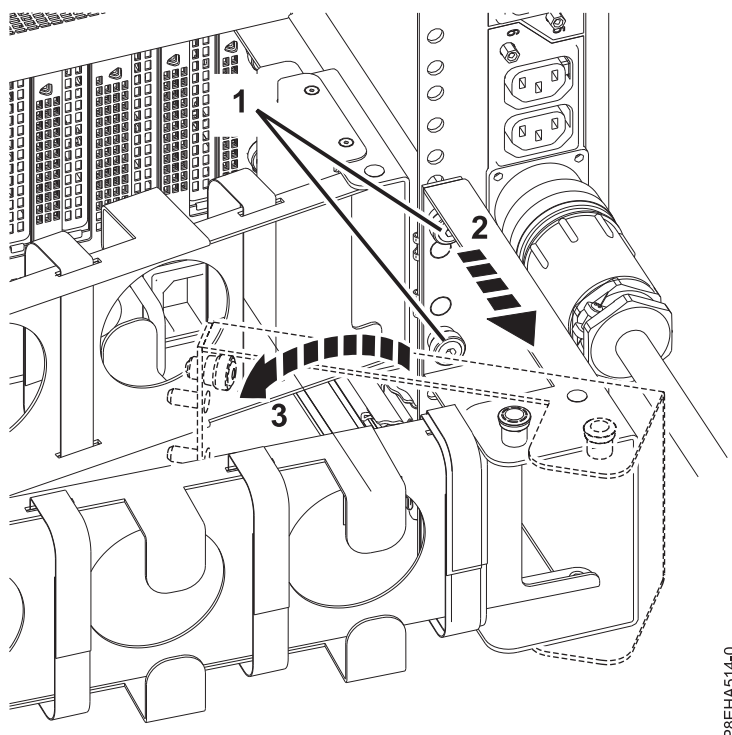

Figure 23. Etapes pour fournir un dégagement au niveau du cordon d'alimentation d'un système complet
- e. Connectez le cordon d'alimentation entrante de l'unité PDU sur une source de courant alternatif (CA).
- b. Depuis l'arrière de l'armoire, desserrez (sans retirer) les vis (1). Voir figure 23, à la page 30.
- c. Tirez vers vous le bras de routage des câbles (2). Voir figure 23, à la page 30.
- d. Faites pivoter le bras de routage des câbles pour dégager un espace (3). Voir figure 23, à la page 30.